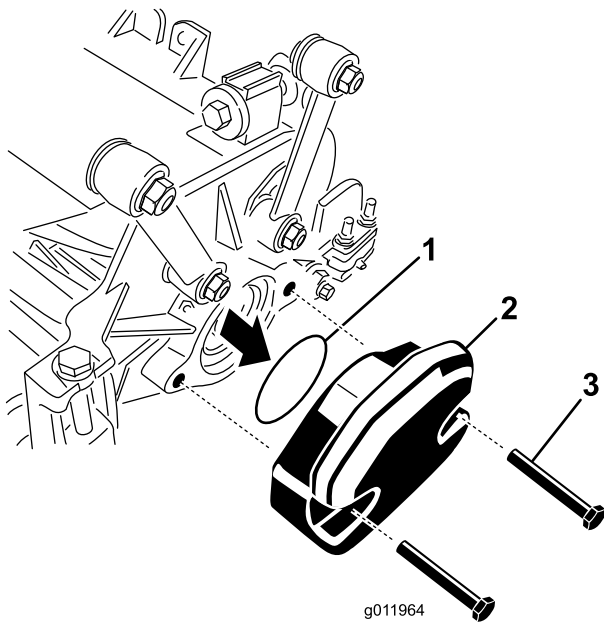

Bild 6
1. Entfernen Sie an den Mähwerken 3 und die zwei Kopfschrauben, mit denen das Gegengewicht links am Mähwerk befestigt ist. Nehmen Sie das Gegengewicht ab (Bild 6).